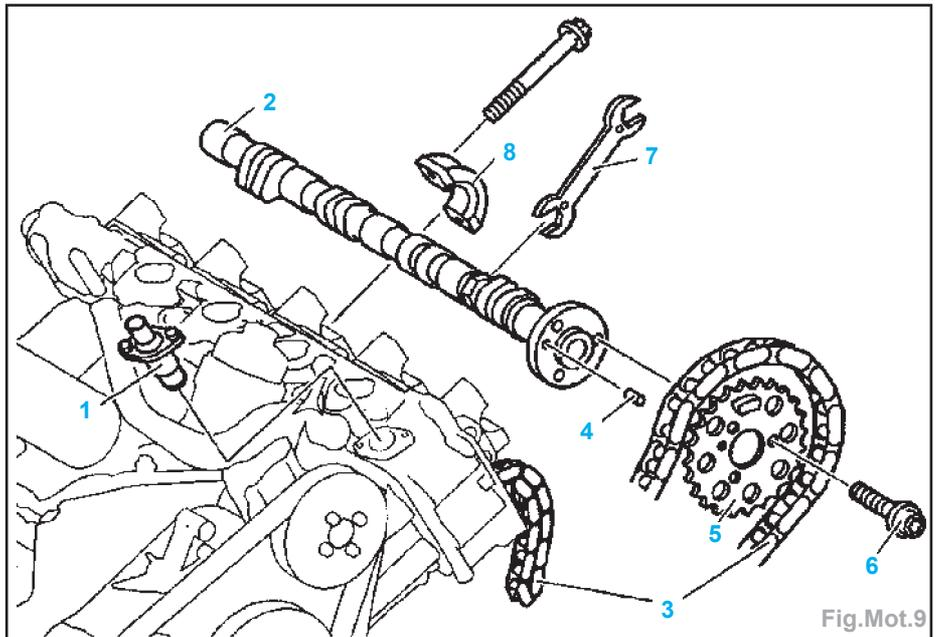

Fig.Mot.9
- Repérer la position du pignon d'arbre à cames (5) par rapport à la chaîne de distribution (3) (Fig.Mot.9).
- Déposer le tendeur de chaîne (1) (Fig.Mot.9).
- Déposer le pignon d'arbre à cames (5). Pour cela, utiliser une clé plate (7) pour bloquer l'arbre à cames (2) ; puis dégager la chaîne.
- Déposer le pignon d'arbre à cames (5). Pour cela, utiliser une clé plate (7) pour bloquer l'arbre à cames (2).
- Desserrer uniformément les chapeaux de palier (8) de l'arbre à cames et les déposer.
- Reposer le pignon d'arbre à cames avec la chaîne de distribution posée dessus en tenant compte de la goupille d'ajustage (4) (Fig.Mot.9).